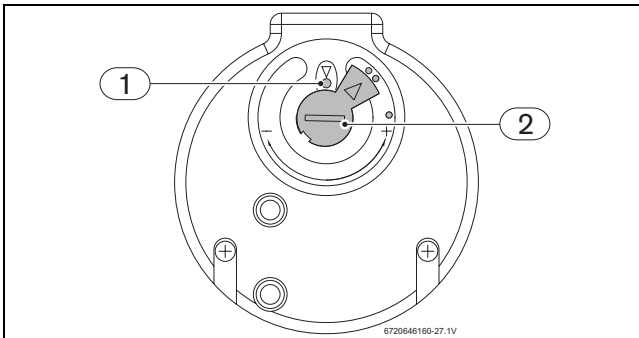

Bild 48 Temperaturregler
- Entriegelungsknopf bis zum Anschlag eindrücken (→ Bild 48, [1]).
Nach der Entriegelung sicherstellen, dass sich der Temperaturregler in der in Bild 48 dargestellten Stellung befindet.